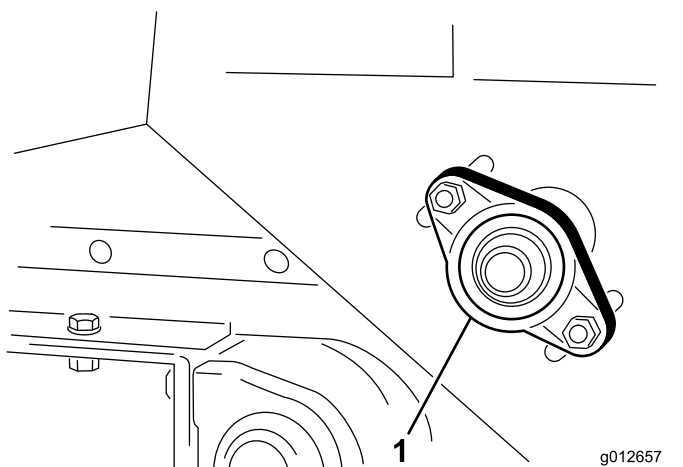

Рисунок 40
1. Ослабьте гайки крепления корпуса подшипника (Рисунок 40) на правой стороне машины.